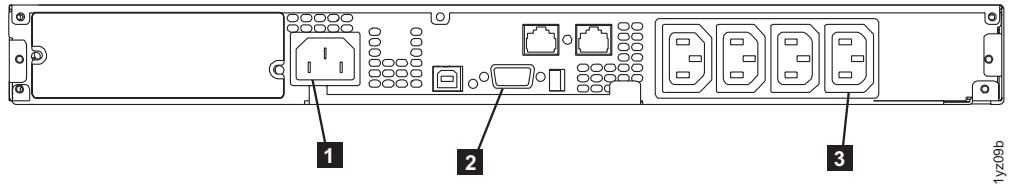

図 310. 2145 UPS-1U (背面図)
9. 2145 UPS-1U の背面で、SAN ボリューム・コントローラーの電源ケーブルをロード・セグメント 2 コンセント (368 ページの図 310 の **3**) に接続します。該当する場合、電源ケーブル保持ブラケット (図 309 に示す) を取り付けます。
10. SAN ボリューム・コントローラーのシグナル・ケーブルを通信ポート (368 ページの図 310 の **2**) に再接続します。
11. 2145 UPS-1U の主電源ケーブルを (電力配分装置または 冗長 AC 電源スイッチ のいずれかからの) 入力コネクタ (368 ページの図 310 の **1**) に再接続
これで、2145 UPS-1U は待機モードになり、SAN ボリューム・コントローラーがオフラインになるはずですが、図 310 に示されているすべてのインディケータがオフになります。